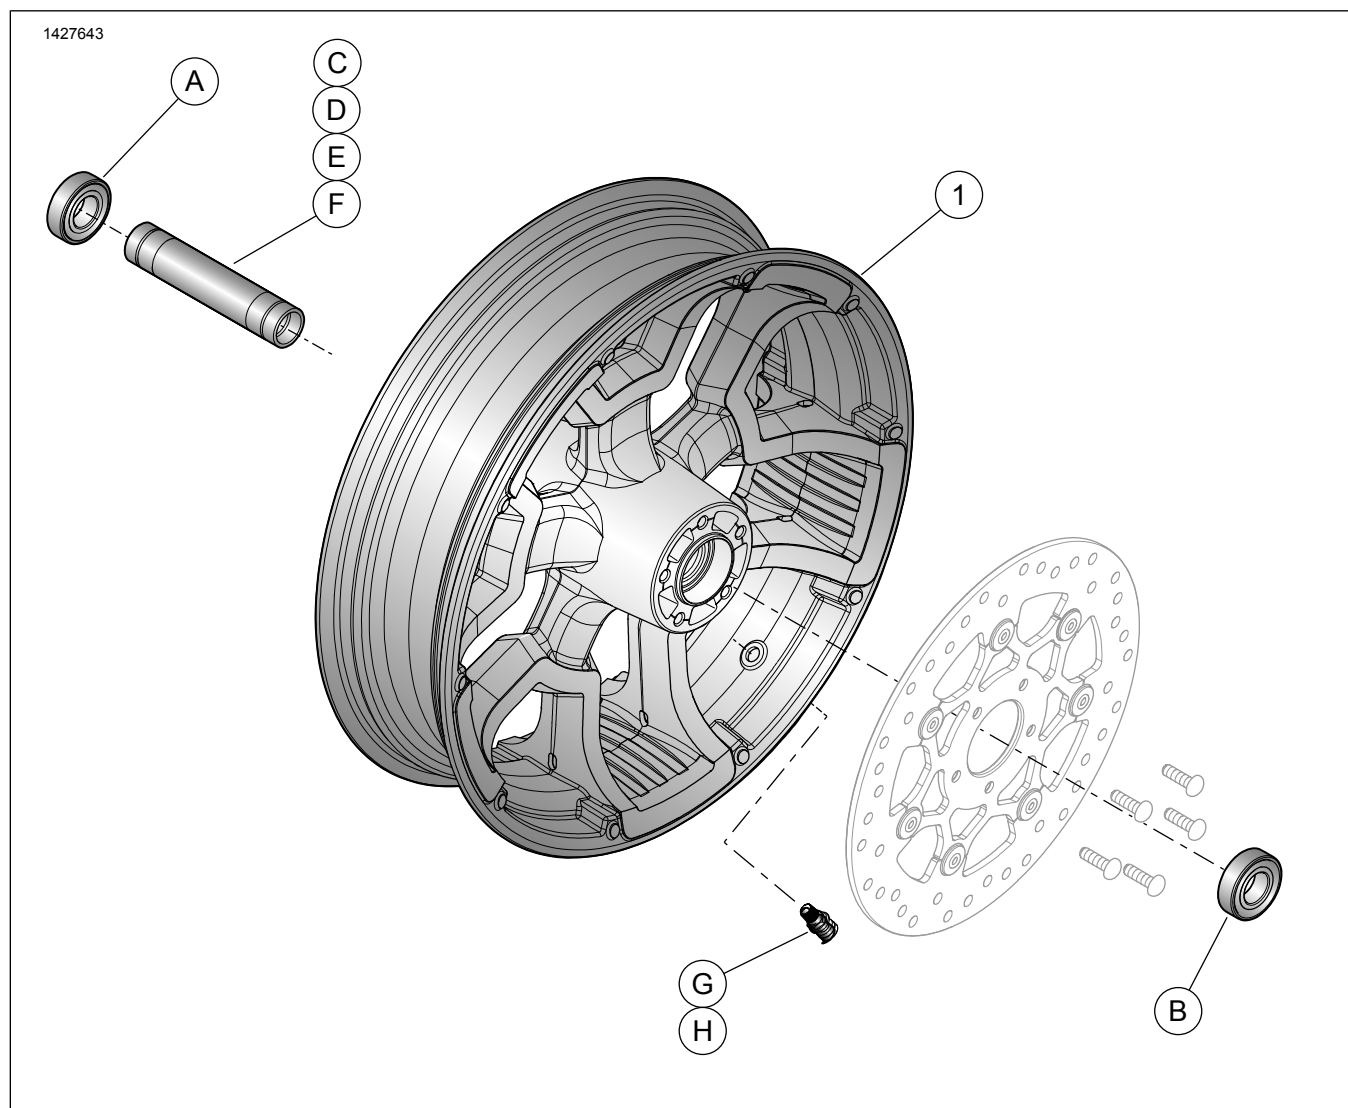

Figura 2. Componente de service: Kit pentru roata din față
Acest kit include numai o roată particularizată. Consultați Figura 2 și Tabelul 3 pentru conținutul kitului.
2. Consultați Figura 2 . Montați pe roată ansamblul tijeii supapei. Consultați manualul de service.